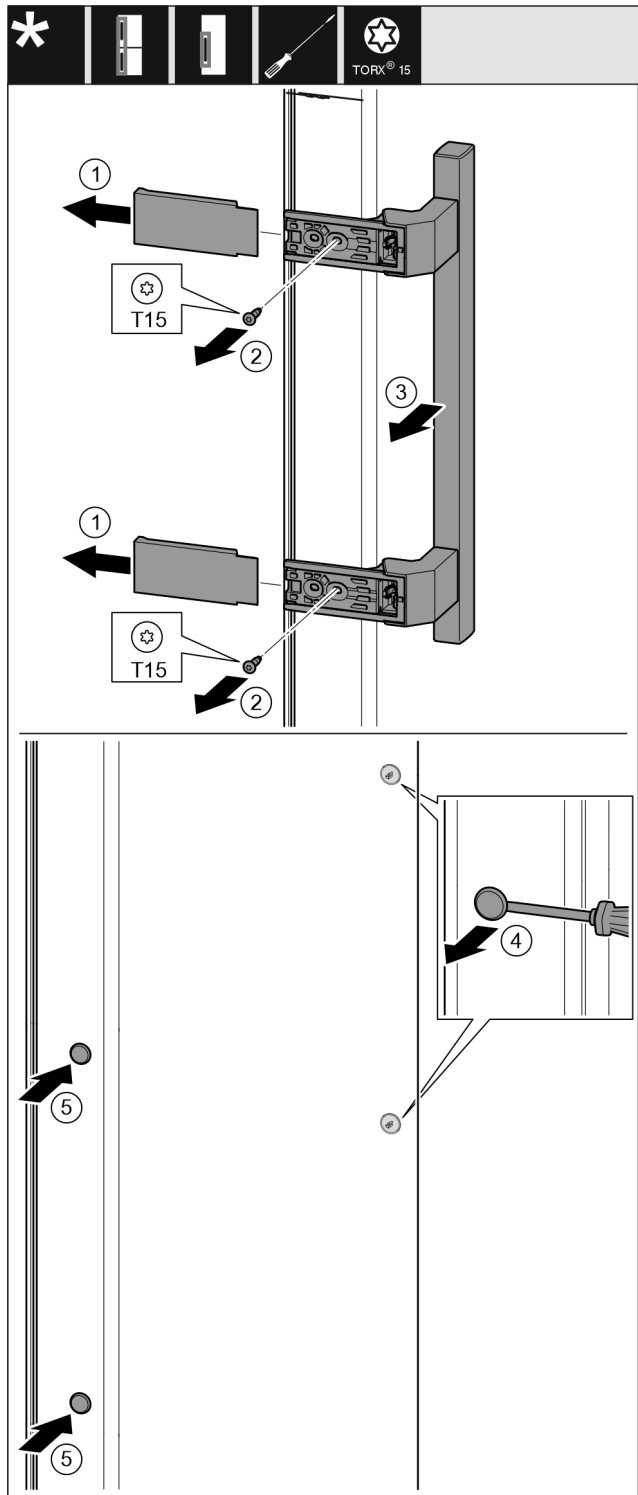

Fig. 11
- Retirer le recouvrement. Fig. 11 (1)
- Dévisser les vis avec un tournevis Torx 15. Fig. 11 (2)
- Retirer la poignée. Fig. 11 (3)
- Soulever et retirer avec soin le cache latéral avec un tournevis plat. Fig. 11 (4)
- Replacer le cache de l'autre côté. Fig. 11 (5)